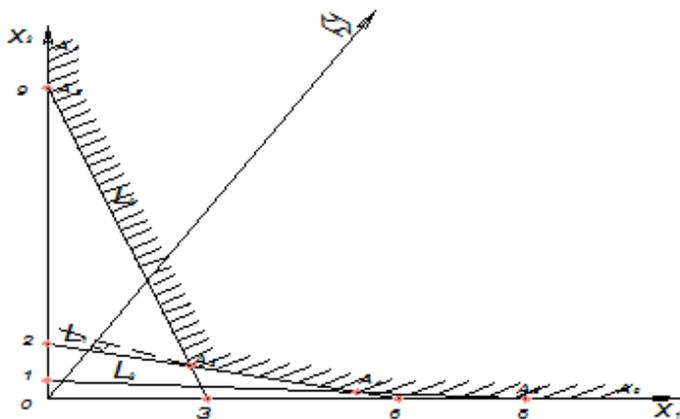

Рис. 4
«Пробная» точка  $O(0; 0)$  удовлетворяет всем неравенствам из (17) и потому многоугольник решений  $A_1 A_2 A_3 A_4 A_5 A_6$  расположен в верхних полуплоскостях, порожденных прямыми  $L_1$ ,  $L_2$  и  $L_3$  как показано на рис. 4
Построим вектор набла  $\nabla = (8, 16)$ . Первой точкой встречи линии уровня с многоугольником решений будет точка  $A_3$  (см. рис. 4) с координатами:  $x_1 = 2,625$ ,  $x_2 = 1,125$ , являющимися решениями системы уравнений: